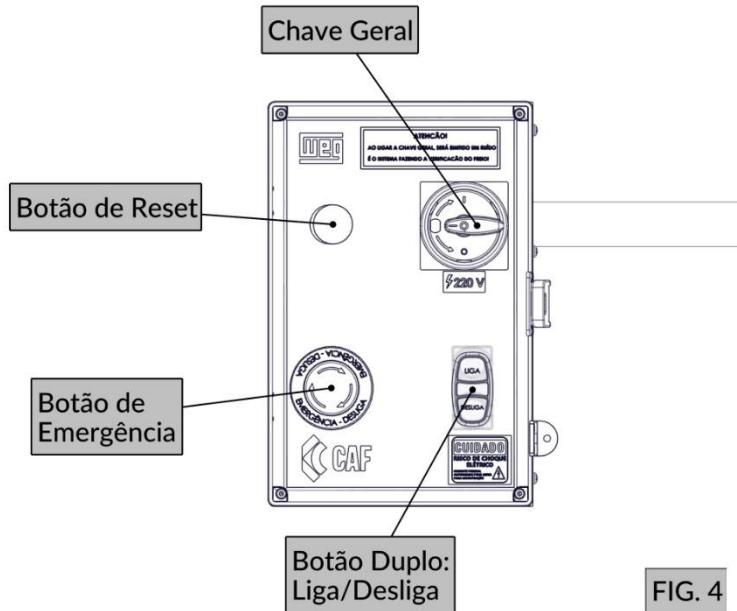

FIG. 4
Todas os sistemas listados acima estão localizados no painel de comando (FIG. 4) da Serra-Fita.
2. Ligue a chave geral (FIG. 4);
3. Verifique se o botão de emergência (FIG. 4) está destravado;
4. Pressione o botão de reset (FIG. 4) para liberar o acionamento da máquina.
1. Com a máquina devidamente montada, higienizada e energizada, aperte o botão liga/desliga (FIG. 4) para realizar o acionamento da máquina.
- a) Desligue a Chave Geral (FIG. 4).